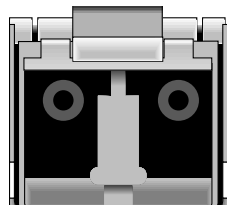

图 5-6 SFP 末端的双孔插座
2. 将光纤通道电缆的一端插入 SFP 末端的双孔插座，如图 5-6 所示。